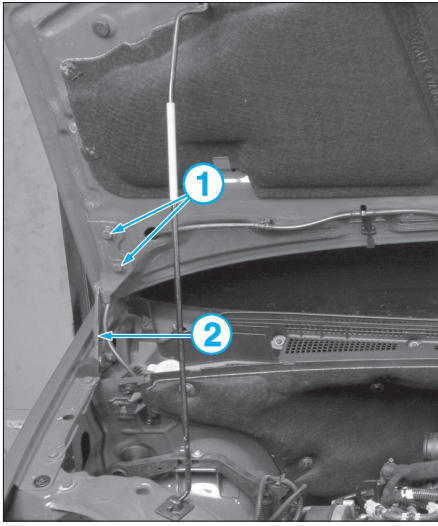

FIG. 44
- À l'aide d'une deuxième personne, dévisser les 4 vis de fixation (1) du capot moteur (Fig.44).